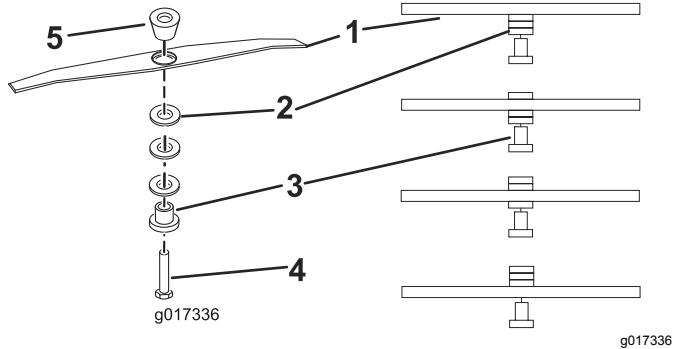

図 12
5. 希望する刈高にあわせてスペーサをセットし、ブレードリテナーとスペーサ図 12をもう一度取り付け、 $25 \text{ N}\cdot\text{m}=2.5 \text{ kg.m}=18 \text{ ft-lbs}$ にトルク締めする。